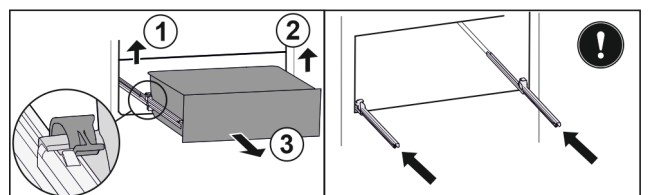

Fig. 174
- ▶ 提起左侧夹子，同时将抽屉左侧向前拉。 Fig. 174 (1)
- ▶ 提起右侧夹子，同时将抽屉右侧向前拉。 Fig. 174 (2)
- ▶ 朝前取出抽屉。 Fig. 174 (3)